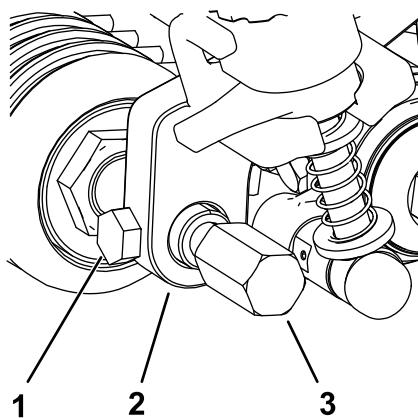

図 24
6. 前ローラのシャフトを左右の刈高ブラケットの中央にセットし、古い刈高アームから外した取り付けねじ2本で固定する図 24。
7. 前ローラシャフトの左右それぞれにグルーマガードを取り付ける図 24。